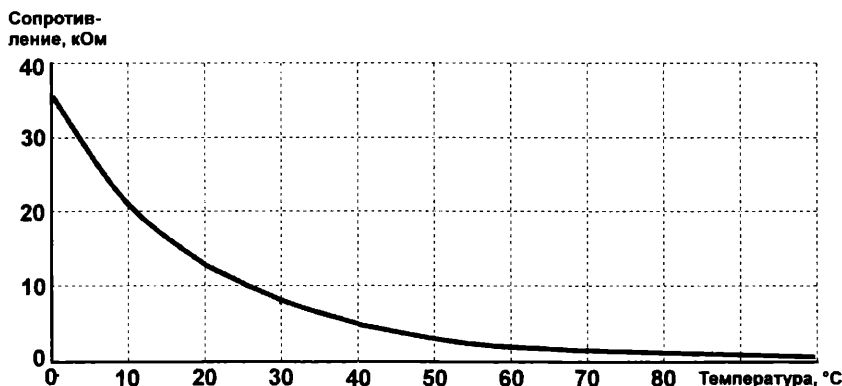

Рис. 13.1. Температурная характеристика NTC-термистора
График, соответствующий уравнению (1), построенный по данным для конкретного термистора В57164-К 103-Ж с номинальным сопротивлением 10 кОм при 25 °С, приведен на рис. 13.1, а числовые значения, по которым он построен, сведены в табл. 13.1. Из графика мы видим, что крутизна характеристики термистора с повышением температуры снижается (ее значения приведены в третьей колонке таблицы). Эта нелинейность делает термисторы крайне неудобным средством для измерения температур, зато высокая величина крутизны (в среднем раз в десять большая, чем у металлов) очень удобна при использовании их в качестве датчика для регуляторов температуры. Температурный диапазон применения NTC-тер-